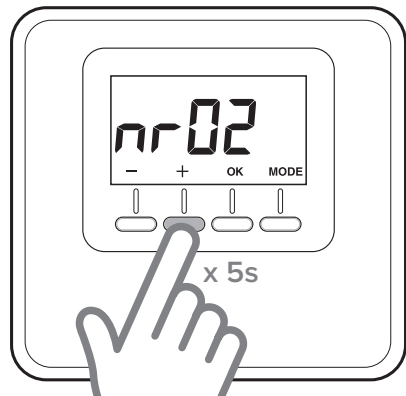

Abb. 15
- Die Taste „+“ auf dem Raumsensor 5 Sekunden lang drücken. Das Display zeigt den Parameter „nr02“ (Abb. 15).